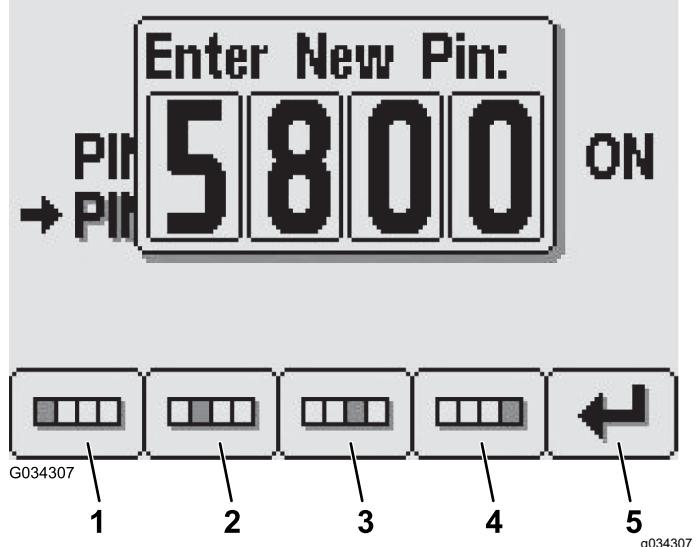

図 28
5. 新 PIN 入力画面で、ボタン14を使って新しい PIN コードを入力する。PIN の入力ができたら、ボタン 5 を押す図 28。